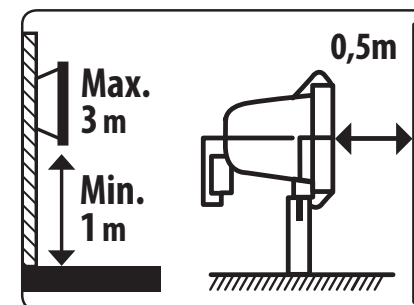
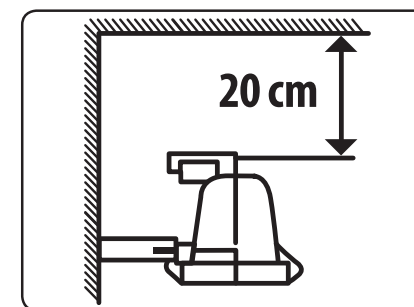

Abb. 3
Abb. 4
• Im Falle der Befestigung der Lampe an einen Untergrund mit Schrauben befestigen Sie diese 1-3 m über dem Fußboden. Die Entfernung der Lichtquelle direkt vom beleuchteten Objekt sollte mindestens 0,5 m betragen (Abb. 3). Wird die Lampe in einer Ecke montiert, muss die Entfernung von der Decke mindestens 20 cm betragen (Abb. 4). Das Gleiche gilt auch für die Anwendung der Lampe als tragbare Lichtquelle.